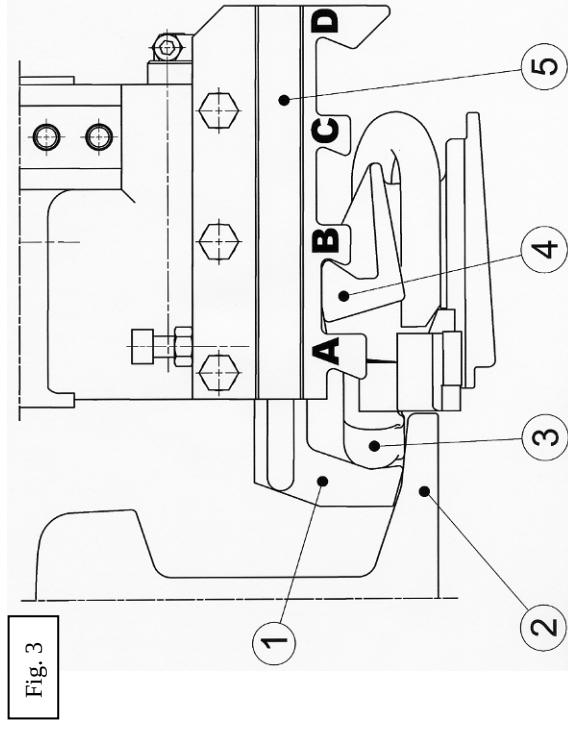

Fig. 3
- Pour extraire un clip « normal » (maintien du rail Rep.② en pleine voie), procéder comme suit :
- (a) positionner les cames de l'appareil en position n°B (Fig.3) et pomper jusqu'à emmener l'outil Rep.① au contact de l'avant du clip Rep. ③ (pendant la phase d'approche de l'outil au contact du clip, il est indispensable de saisir fermement la poignée Rep. afin de plaquer l'appareil sur l'attache pour faire en sorte que le début de l'extraction soit réalisé dans de bonnes conditions).
- (b) une fois l'outil Rep.① au contact du clip Rep.③, pomper jusqu'à ce que le clip soit extrait conformément aux consignes en vigueur sur le chantier.